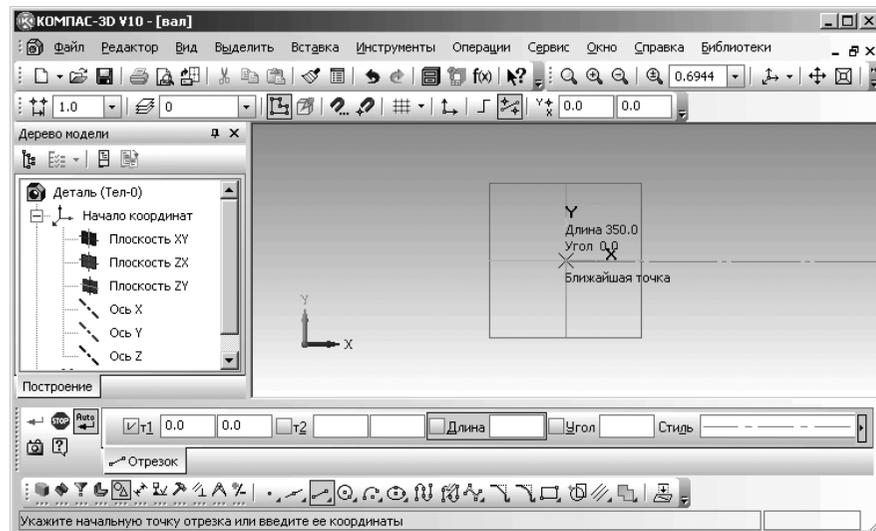

Рис. 2.41. Главное окно системы с возможным расположением осевой линии
- по предопределению поле **Угол** на **Панели свойств: Отрезок** станет активным (выделенным). Наберите на клавиатуре число 0, если его там не было, а затем нажмите клавишу **Enter** для фиксации ввода данных. В поле **Угол** появится значение 0, а перед ним в квадратике крестик –  **Угол**  . Появится искомая ось. Возможное расположение осевой линии показано на рис. 2.41.